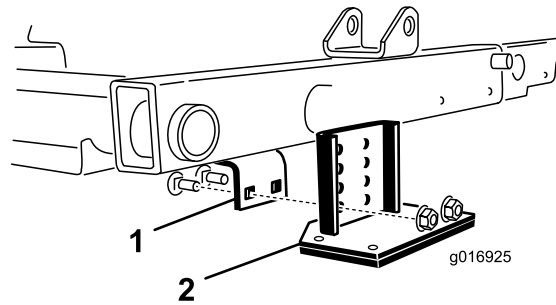

Figura 30
- 2. Localice el soporte del bastidor encima de la unidad de corte central (Figura 30).
- 3. Presione hacia abajo sobre el rodillo delantero de la unidad de corte central, y determine qué taladros del soporte basculante quedan alineados con los taladros del soporte del bastidor para obtener el mismo contacto del rodillo al instalarse el soporte basculante (Figura 30).
- 4. Baje las unidades de corte y monte el soporte basculante al bastidor con los 2 pernos y tuercas suministrados con el kit (Figura 30).